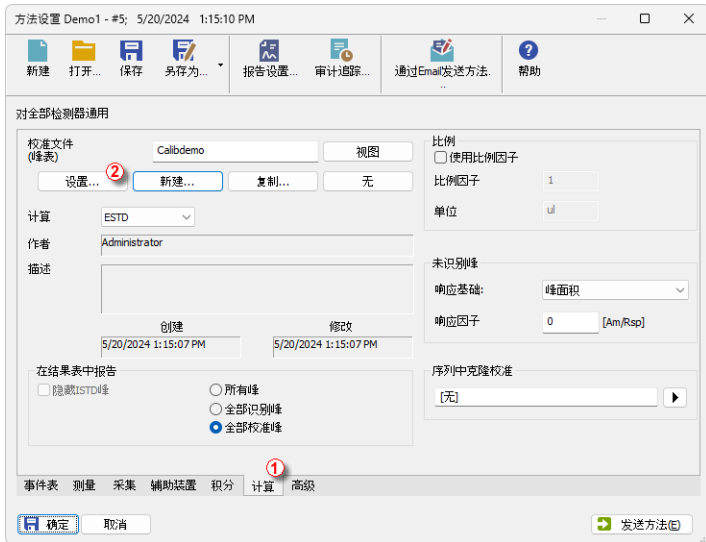

图18: 方法设置-计算选项卡
- 返回仪器窗口并使用方法-计算... 命令直接在计算选项卡上打开方法设置对话框，① 如所示第30页第图18。或者，您可以使用方法菜单中的任何命令，然后选择计算选项卡。所有这些部分(以及其他部分)都是方法的一部分;因此它们出现在同一个对话框中，但是在不同的选项卡上。
- 点击设置按钮② 选择校准文件并关联至方法。